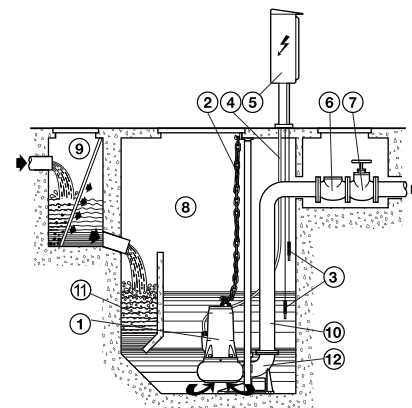

Fig. 6
- fixe avec l'électropompe positionnée sur le pied d'accouplement fixé sur le fond du puisard ou de la bêche (fig.6)
5.2.2 INSTALLATION FIXE AVEC ACCOUPLEMENT AUTOMATIQUE SUR PIED D'ACCOUPLEMENT (Fig.6)